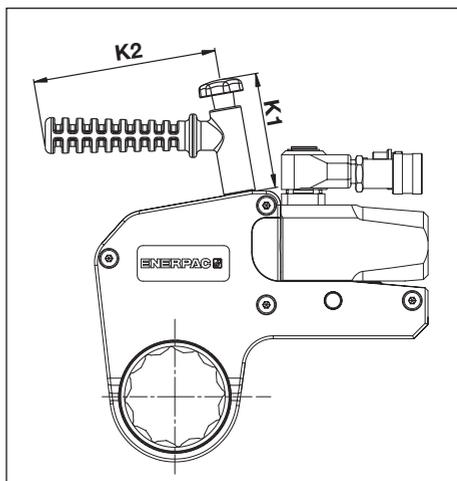

Fig. 26
6.1.4 Dimensões, Manípulo Curvado de Posicionamento Série SWH (fig. 26 - acessório opcional)